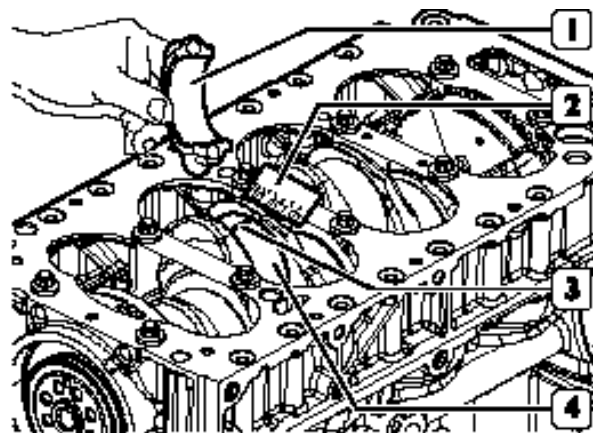

Figura 158
- Desmonte a capa (3) e determine a folga existente comparando a largura do fio calibrado (3, figura 158) com a graduação da escala exposta na embalagem (2, figura 158) do fio calibrado. Caso a folga seja diferente daquela prevista, deve-se substituir os semicasquilhos e repetir o controle. Uma vez obtida a folga requerida, lubrifique os semicasquilhos de biela e monte-os definitivamente apertando os parafusos de fixação das capas de biela da maneira ilustrada.